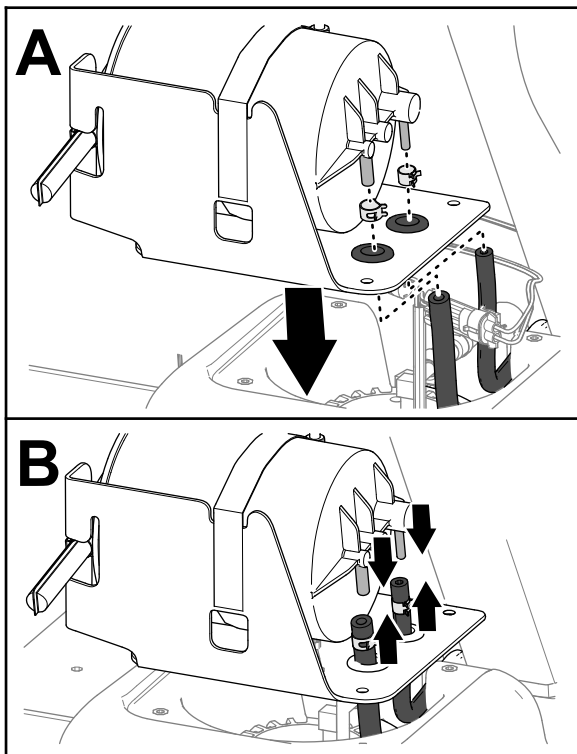

Bild 90
1. Richten Sie die Schläuche des Kraftstofftanks durch die Tüllen der Halterung für den Aktivkohlefilter aus (**Bild 90**).
2. Bringen Sie die Schlauchklemmen an den Schläuchen an (**Bild 90**).
3. Montieren Sie die Schläuche auf die Anschlussstücke des Aktivkohlefilters (**Bild 90**).